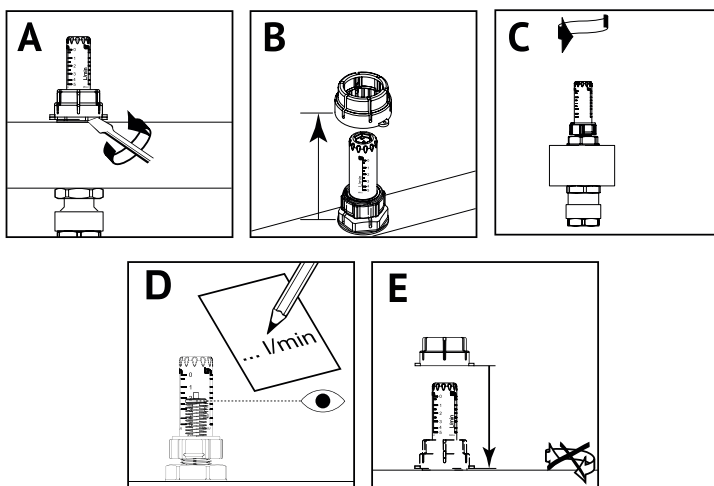

Рис.5 Настройка балансировочного вентиля
• Настройка балансировочного вентиля (Рис.5).